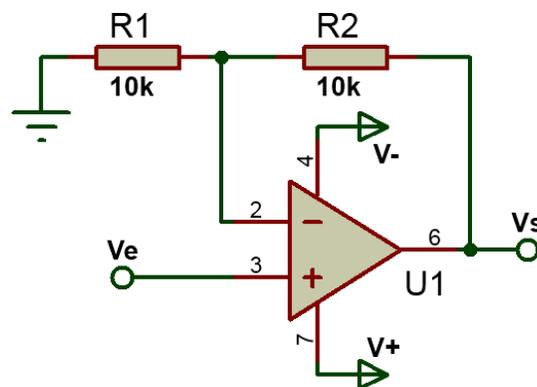

Figura 3.11. Circuito amplificador no inversor.
- Modifique el circuito anterior para obtener el que se muestra en la figura 3.11. No olvide conectar la señal del generador de funciones, que fue calibrada al principio de la práctica, en el punto  $V_e$  y los voltajes de polarización.
- Conecte los canales del osciloscopio en los puntos  $V_e$  y  $V_s$  del circuito de la figura 3.11 y observe ambas señales. Grafique ambas señales y acótelas correctamente.
- Anote sus comentarios acerca de la ganancia y la fase de las señales presentes en el circuito de la figura 3.11.